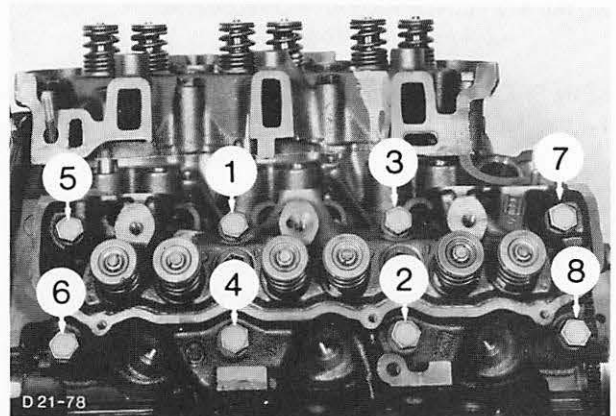

Abb. 215 Anzugsreihenfolge – Zylinderkopf
26. Zylinderköpfe und Ansaugkopf mit vorgeschriebenem Drehmoment (siehe Techn. Daten) nach Schema, Abb. 215 und 216, mit Spezialwerkzeug G3-9424 bzw. GH-9424-A nachziehen. Zylinderkopfhauben vorschriftsmäßig befestigen und Ansauggeräuschkämpfer montieren.